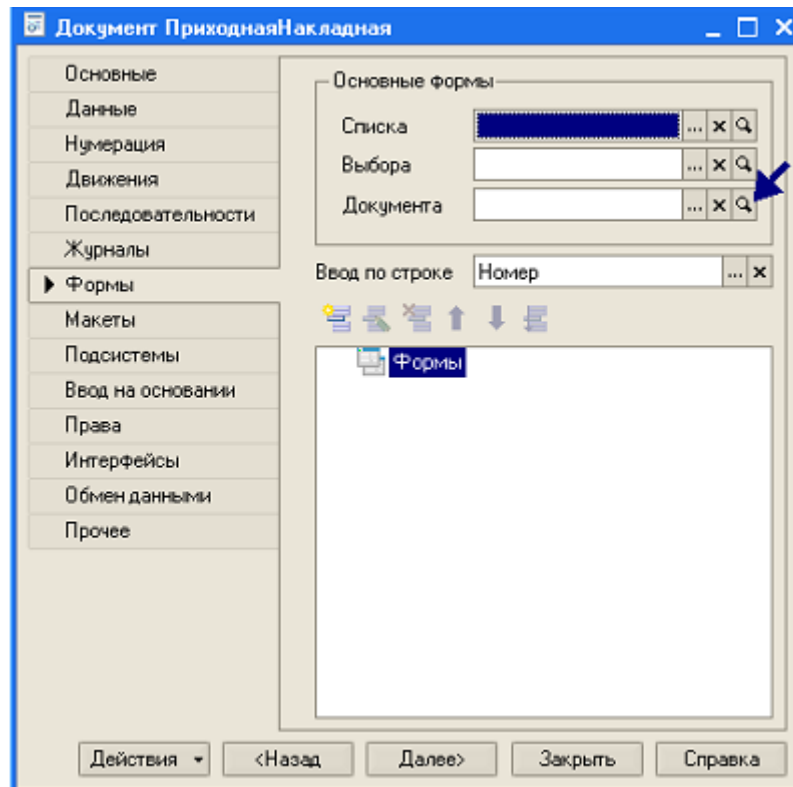

Рис. 43
- щелкните на кнопке с изображением лупы (рис. 43) в группе *Основные формы* в строке *Документа*;